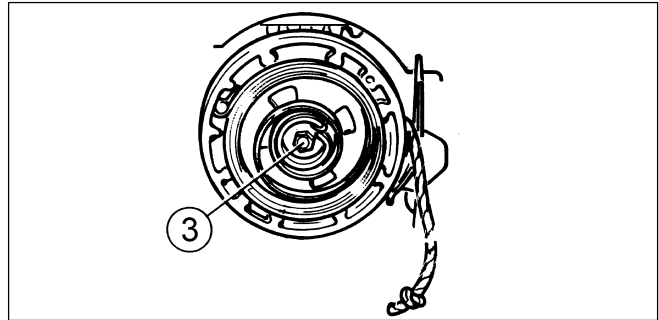
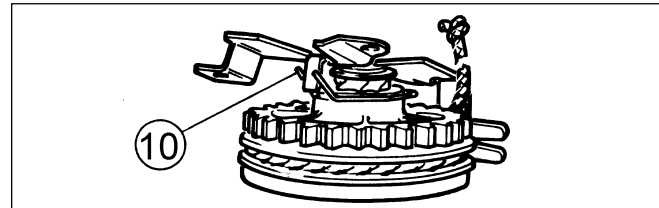

Fig. 14
Fig. 15
- Remonter le pignon plastique (7) sur la poulie (6).
- Enrouler la corde sur la poulie et enfiler l'ensemble poulie pignon plastique sur l'axe de la patte (11).
- Bloquer l'ensemble avec la vis (3) (Fig. 14). Introduire le ressort frein (10) dans son logement (Fig. 15) en faisant bien attention à engager les prolongements latéraux du ressort dans son guide.
NOTA - à l'origine, la vis (3) (Fig. 14) avait un filetage "à droite", puis sur les dernières productions un filetage avec un pas à gauche. La vis avec pas à gauche porte la lettre "S" sur la tête de vis.